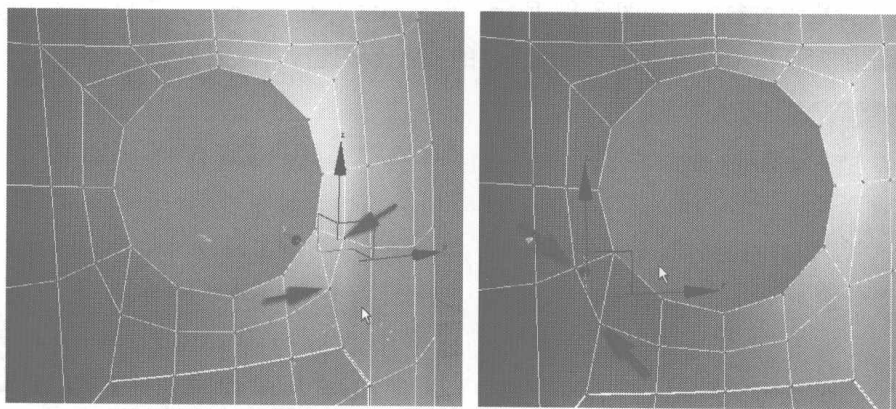

图 3.90
- 07** 切换为节点编辑，分别框选如图 3.90 所示的两个节点，单击右键，在弹出的快捷菜单中选择 Collapse 命令，将节点塌陷。